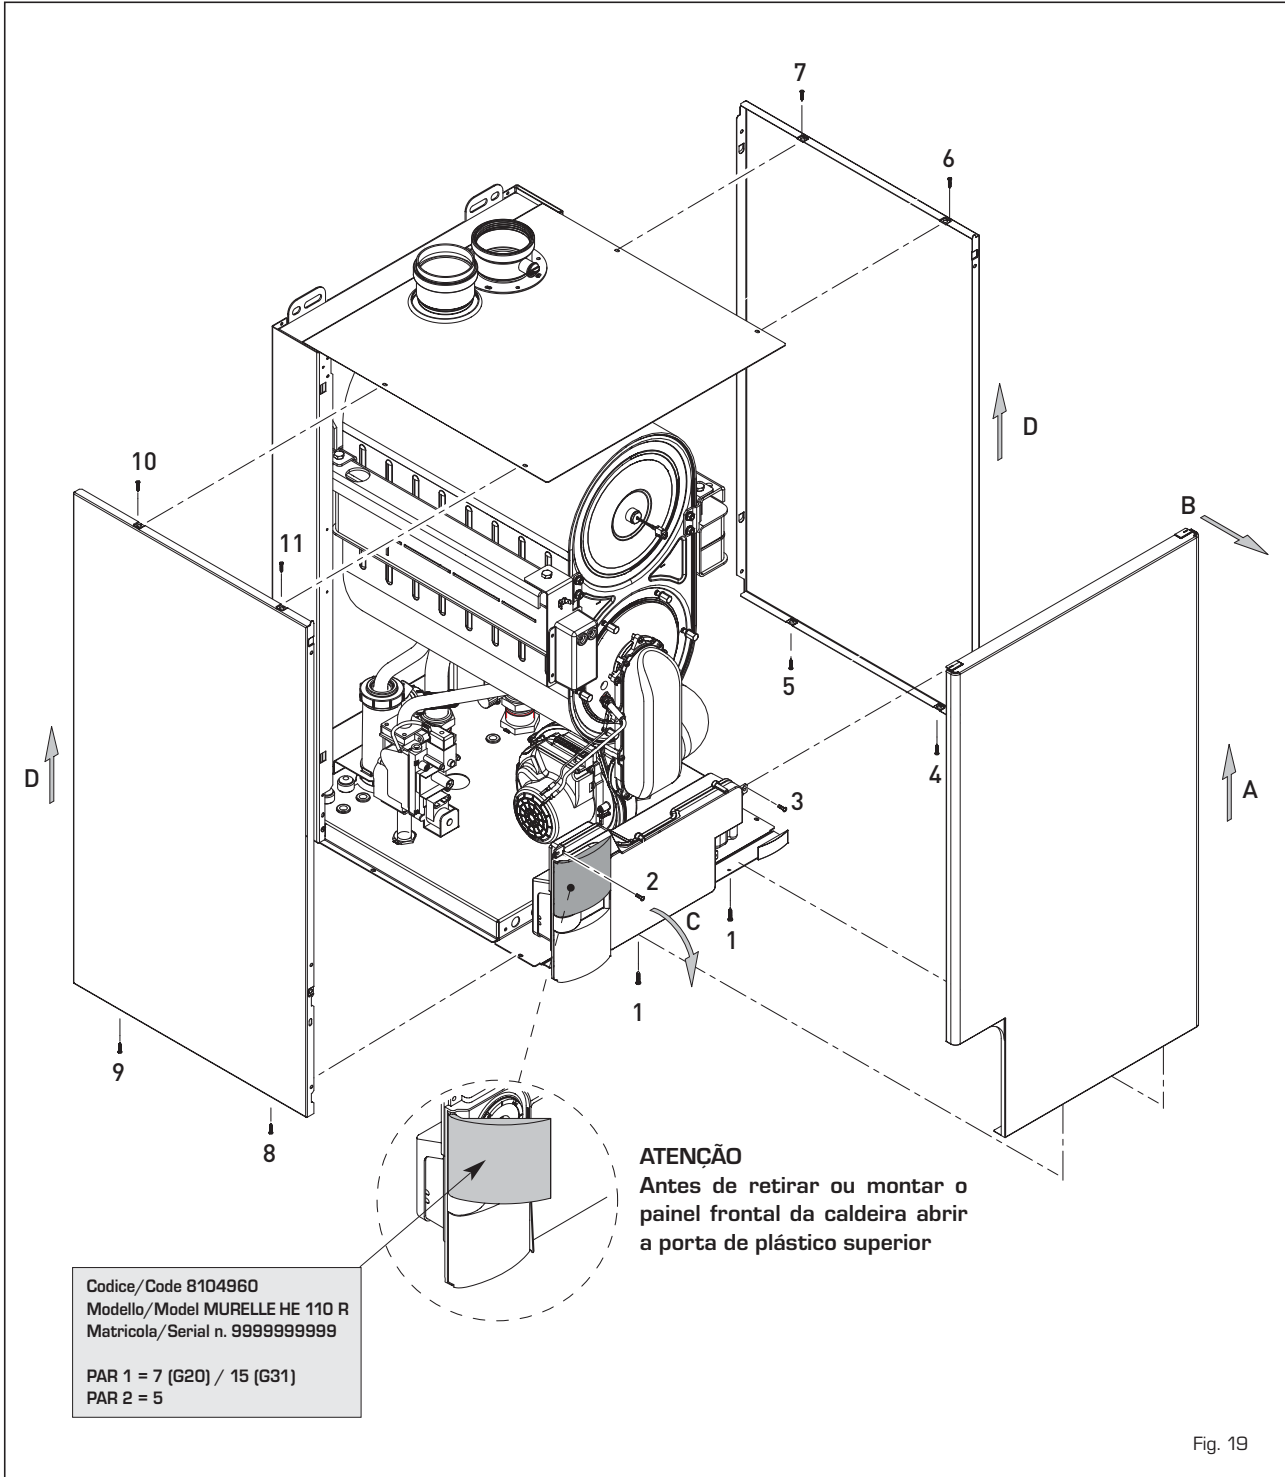

Fig. 19
4.4 DESMONTAGEM COBERTURA (fig. 19)
Para uma fácil manutenção da caldeira é possível desmontar completamente a cobertura como indicado na fig. 19.